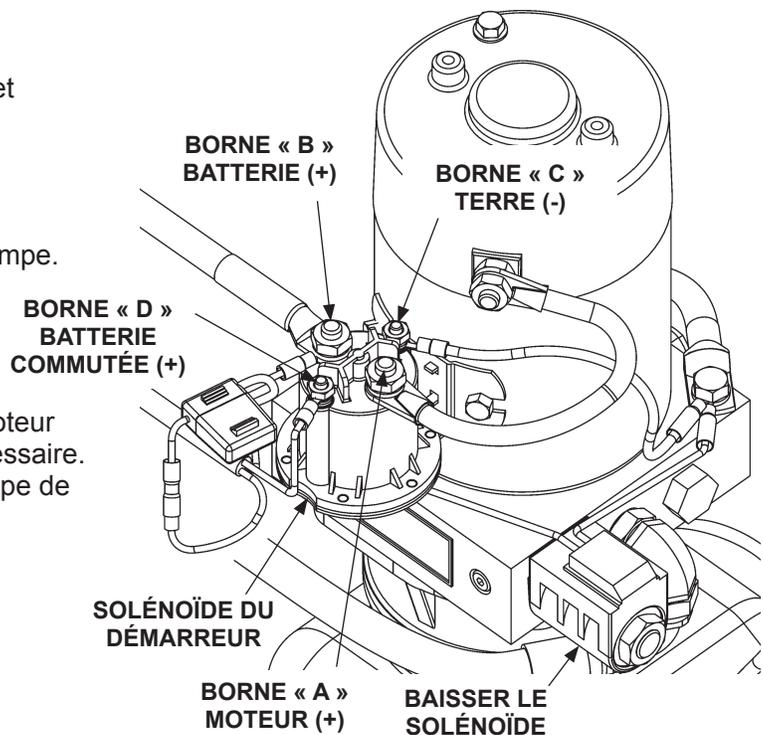

FIG. 33-1
1. Utilisez un voltmètre pour vérifier la puissance à la borne du solénoïde « B » (FIG. 33-1). Rechargez la batterie s'il y a moins de 12,6 volts.
3. Branchez un fil de connexion aux bornes « B » et « D » (FIG. 33-1). Si le moteur tourne, vérifiez l'interrupteur, les connexions de l'interrupteur et le fil blanc. Vérifiez et corrigez les connexions de câblage ou remplacez l'interrupteur.
4. Branchez un fil de connexion aux bornes « A » et « B » (FIG. 33-1).